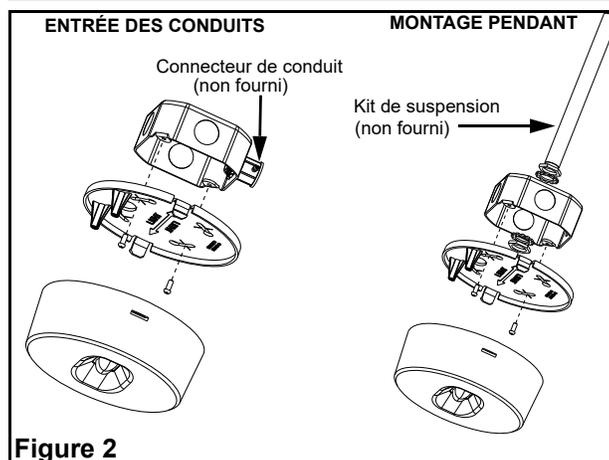

Figure 2
3. Pour l'entrée de conduit, fixer un connecteur de conduit à la boîte de jonction et insérer un conduit flexible dans le connecteur de conduit en laissant 6 pouces de fil à l'intérieur de la boîte de jonction. Fixer le conduit flexible à la boîte de jonction. (voir fig. 2)
4. Pour un montage suspendu, fixer le tuyau à la boîte de jonction et laisser 6 pouces de fil à l'intérieur de la boîte de jonction. (voir fig. 2)